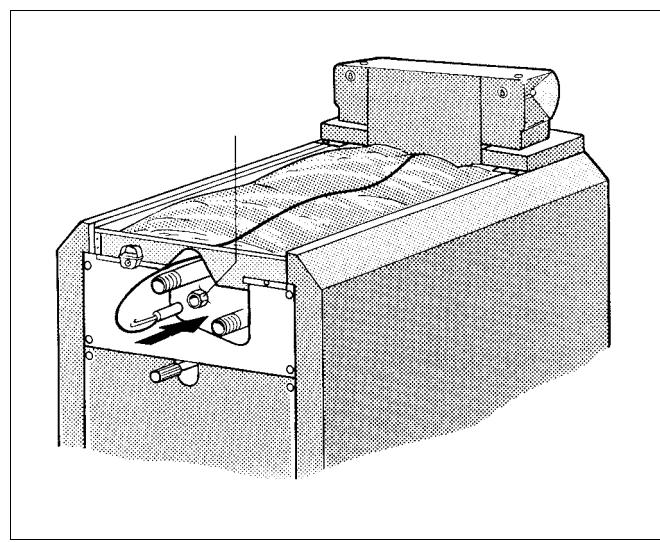

Рис. 17 Место замера
- Проведите капиллярные трубы температурных датчиков и провод датчика температуры к месту замера (рис. 17, **поз. 1**). При этом размотайте их только на необходимую длину.